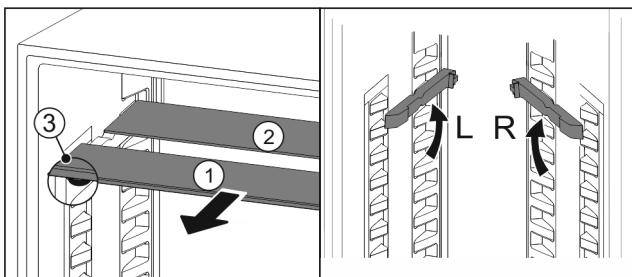

Fig. 30
- Посуньте Fig. 30 (1) скляну панель вперед.
- Скляна панель Fig. 30 (1) з декоративною планкою лежить спереду.
- Стопори Fig. 30 (3) показують вниз.